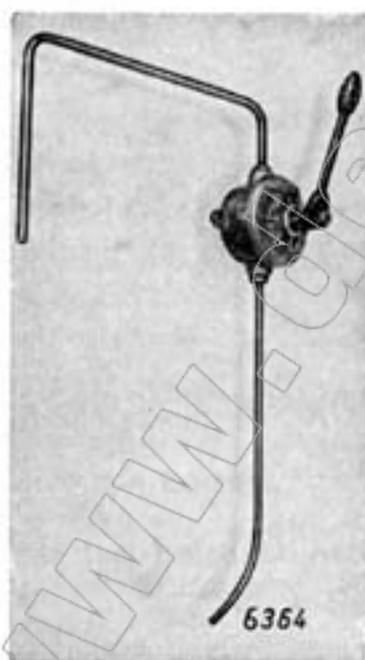

Bild 57
Beim Einbau des Filters auf gute Abdichtung durch die Gummiringe ⑤ achten. Der konische Abschlußring ③ liegt mit dem kleineren ϕ auf dem Filtereinsatz (3 – Bild 57).